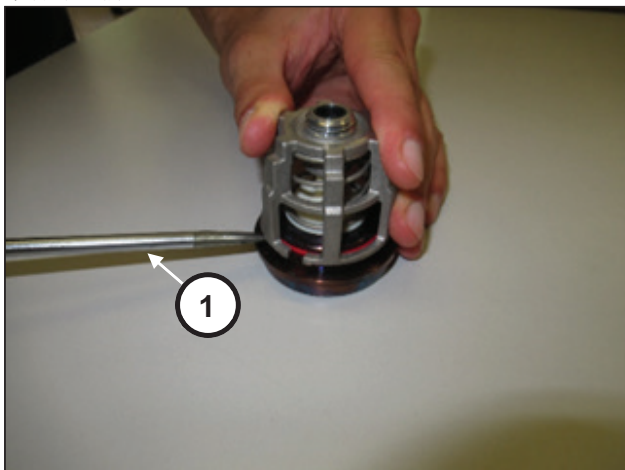

图 146
使用简单的工具(位置①, 图 146)撬动吸入阀组和排出阀组来拆卸它们。